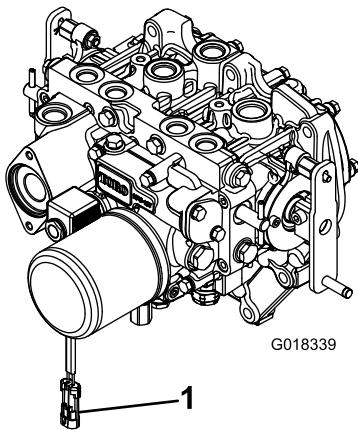

图3
2. 将线束接头从 PTO 电磁头阀门线圈连接器断开图3。
8. 在将驱动轴的另一端连接到附件齿轮箱轴上之后应将线束接头连接至 PTO 电磁头阀门线圈连接器 **图3**。